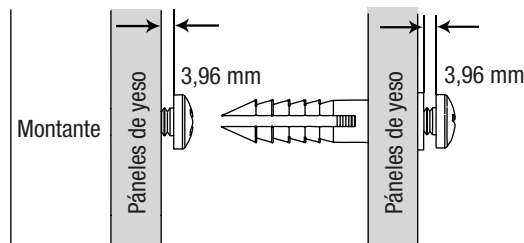

Figura 2
**PASO 2:** Perfore los orificios guía con una broca de 2,5 mm (3/32") en las ubicaciones marcadas. Si hay un montante presente, inserte y asegure el tornillo dejando una brecha de 3,96 mm. Si no hay un montante presente, utilice una broca de 5 mm (3/16") para agrandar el orificio de 2,5 mm, inserte el anclaje y asegure el tornillo en el anclaje dejando una brecha de 3,96 mm, como se muestra en la **Figura 2**.